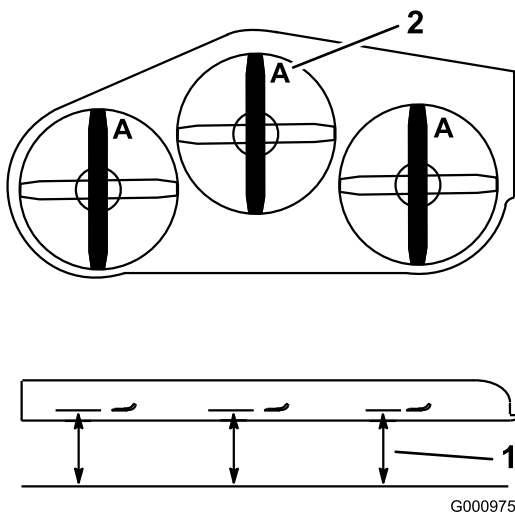

Figura 55
14. La cuchilla de la derecha debe estar a la misma altura que la cuchilla de la izquierda cuando ambas están orientadas hacia adelante (Figura 54 o Figura 55).
3. Gire las cuchillas hasta que los extremos estén orientados hacia adelante y hacia atrás (Figura 54 o Figura 55). Mida desde una superficie nivelada hasta el filo de corte, con las cuchillas en la posición A (Figura 54 o Figura 55). Anote esta dimensión.